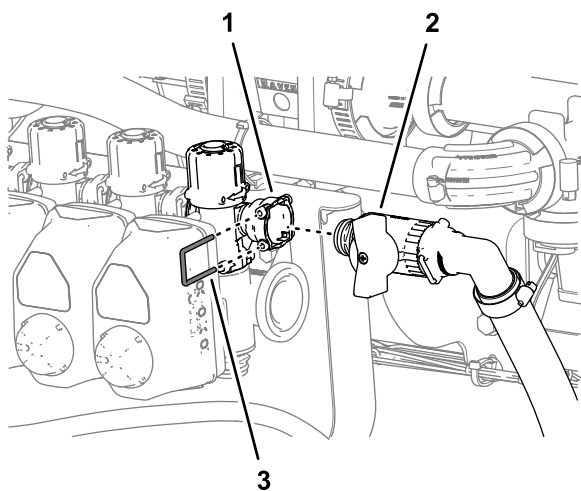

Figura 114
disinnesto rapido (presa) della valvola di bypass (Figura 114).
2. Fissate i raccordi a disinnesto rapido per la valvola di bypass-intercettazione e la valvola di bypass con il fermo (Figura 114) che avete rimosso al passaggio 3 di [Posizionamento delle valvole di bypass – macchine con kit asta manuale opzionale o kit avvolgitubo elettrico opzionale \(pagina 49\)](#).